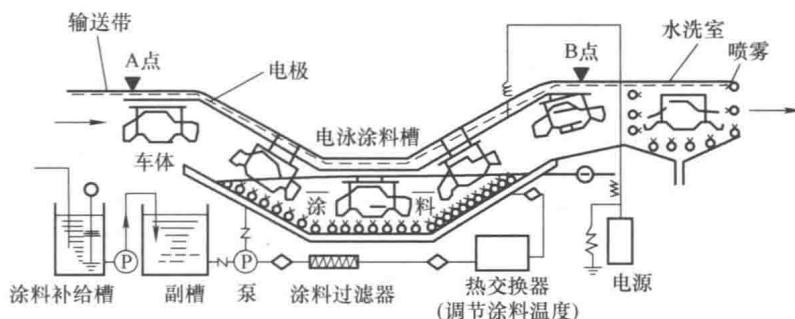

图 1-10 电泳涂装
(2) 电泳涂装 如图 1-10 所示，利用水溶性涂料液在电场（一般采用 $200\sim300\text{V}$ 的直流电）作用下产生的电泳、电解、电沉积和电渗作用，使浸在漆液中的车身被涂上漆。